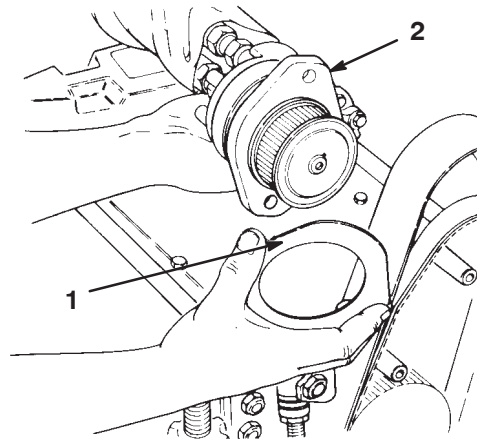

Bild 10
2. Entsorgen Sie die Versandabdeckung und montieren Sie das Schutzblech der Antriebsplatte am Flansch des Spindeltriebmotors (Bild 10). Achten Sie darauf, dass die breitere Seite des Schutzblechs oben ist.